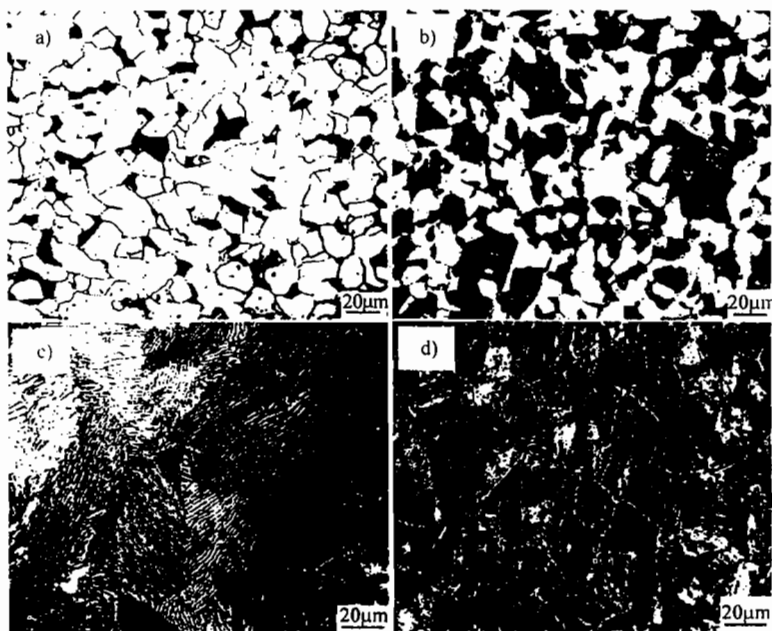

图 25-3 第三题第 4 小题图
4. (8分) 图 25-3 所示为四种不同碳含量的碳钢的室温平衡组织, 试估计它们各自的碳质量百分数 w_c 。